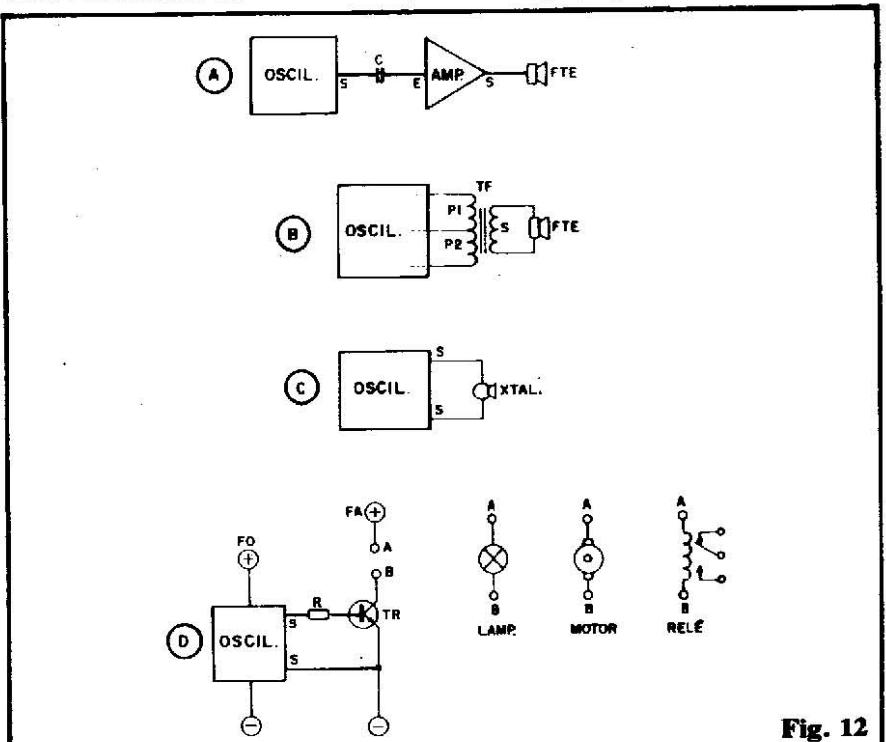

Fig. 12
- FIG. 12-A - Se a "sobra" de energia na Saída do Oscilador for pouquinha, isso não é preocupante! Com toda facilidade podemos acoplar-lhe um... AMPLIFICADOR (que já estudamos, em suas bases, na "Aula" anterior...), elevando assim o nível ou a potência do sinal a ponto de utilizá-la como convenha! No diagrama/exemplo, temos um oscilador de áudio (frequência relativamente baixa, portanto...) de baixo rendimento, e queremos excitar um alto-falante. Simplesmente, via capacitor de acoplamento C, "puxamos" o sinal para a entrada E de um amplificador, a cuja Saída S ligamos o tal alto-falante, obtendo af todo o "berro" que queríamos! Os Leitores/Alunos verão muitos arranjos desse tipo, ao longo do nosso "Curso"...
- FIG. 12-B - Às vezes a "sobra" de potência para uso externo, oferecida por um bloco oscilador, é substancial. Nesse caso, podemos aproveitá-la quase que diretamente! Numa configuração tipo Hartley, por exemplo, o próprio indutor/transformador usado na realimentação interna do bloco, pode, através de um enrolamento secundário, energizar um alto-falante (obviamente com o oscilador trabalhando em frequência auditiva...).
- FIG. 12-C Um alto-falante é um transdutor de relativa baixa impedância (ou seja: pequena Resistência ao sinal pulsado que o excita...), com o que os naturais níveis de corrente por ele requeridos, podem ser mais "bravos" do que os "extrasveis" de um bloco oscilador simples. Em alguns casos (como sugere o diagrama...) basta adotar um transdutor com alta impedância (no caso uma cápsula piezo-elétrica, de cristal, que estudaremos em futura "Au-
- FIG. 12-D - Em alguns casos e aplicações, o nível de energia final, requerido pela aplicação, é "bravo"... Por exemplo: queremos que um oscilador de baixíssima frequência (frações de Hertz, ou um ciclo a cada vários segundos...) acione uma lâmpada, um motor ou qualquer outro dispositivo ainda mais "oneroso" em termos de potência. Existem soluções simples e práticas para tais requisitos, algumas delas mostradas no diagrama. Um único transistors (de características e parâmetros apropriados) pode amplificar os sinais oferecidos pelo Oscilador (via resistor/limitador/polarizador R) a ponto de energizar diretamente a lâmpada ou o motor (se estes puderem trabalhar sob C.C., e dentro dos limites do próprio transistors TR). Já se a tal lâmpada ou mesmo o motor, só puderem trabalhar energizados por C.A. (alta tensão e alta corrente...), ainda assim o "truque" do transistors amplificador continua válido! Basta acoplar, como "primeira carga" do dito transistors, um simples relé (revejam a "Aula" nº 4...). Aí, através dos contatos de trabalho do dito relé, podemos fazer "mil e uma", comandando cargas realmente "pesadas"! Observem ainda que, em muitos casos, a Fonte de Alimentação do Oscilador (FO) e a Fonte do Amplificador (FA) podem ser uma só, porém nada impede que distintas fontes de energia (cada uma de acordo com os requisitos do "seu" bloco alimentado...) sejam utilizadas. No caso do diagrama/exemplo, sempre que a Saída S do bloco oscilador ficar suficientemente positiva, "forçará", via resistor R, uma corrente de base em TR também suficiente para que este (através do seu ganho ou fator de amplificação...) forneça corrente de acionamento à carga ligada aos pontos "A-B", seja ela qual for. Já quando a Saída S do Oscilador "descer" a níveis incapazes de